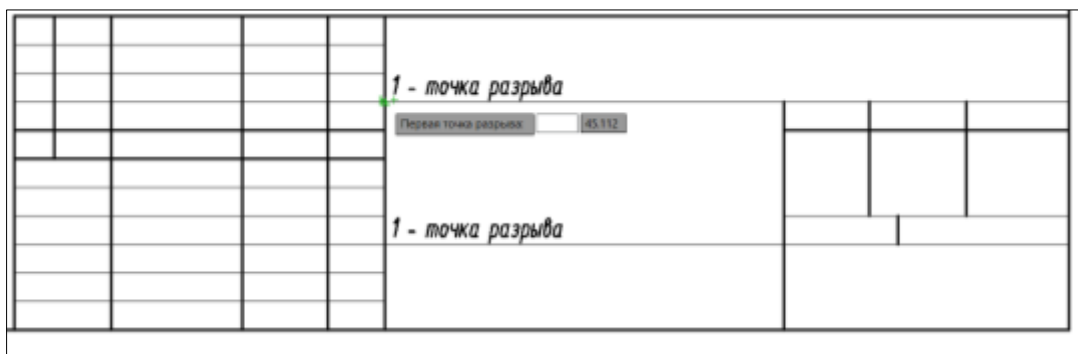

Рис. 2.12
7. Разорвите линии в точке *I* и поменяйте слой «Тонкие» на «Основные», используя команду «Разорвать в точке» (*рис. 2.12*).